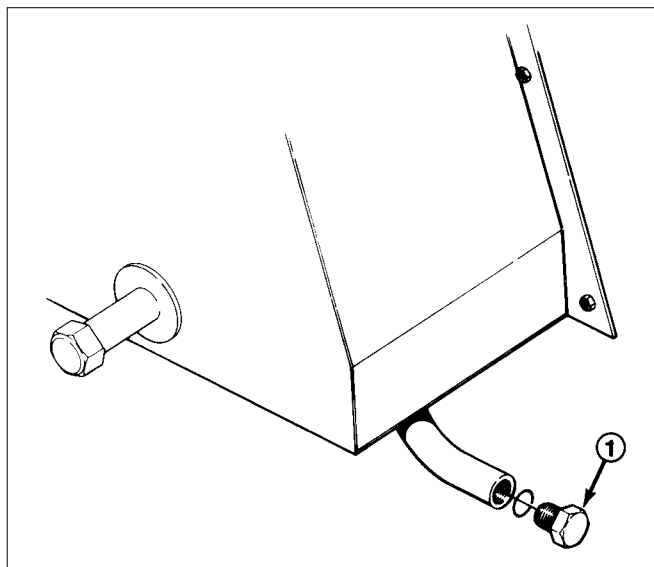

図37
1. ドレン プラグ (図 37) を半回転開いてドレン パンに水を受けます。
1. ドレン プラグ（図37）を開いて廃油を受け、排出が終われば、プラグを元通りに閉めます。